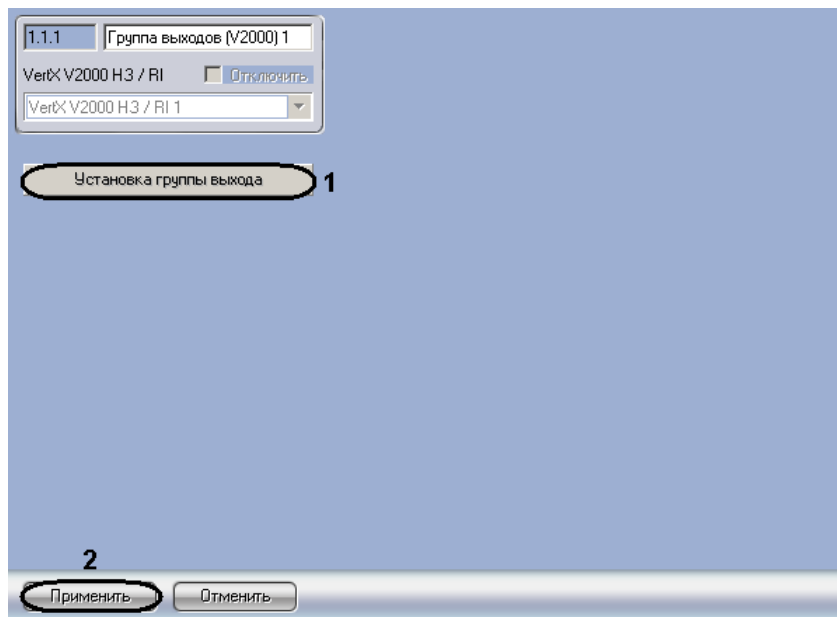

Рис. 3.7—13 Настройка групп выходов
- Нажать кнопку **Установка группы выхода** (см. Рис. 3.7—13, 1).